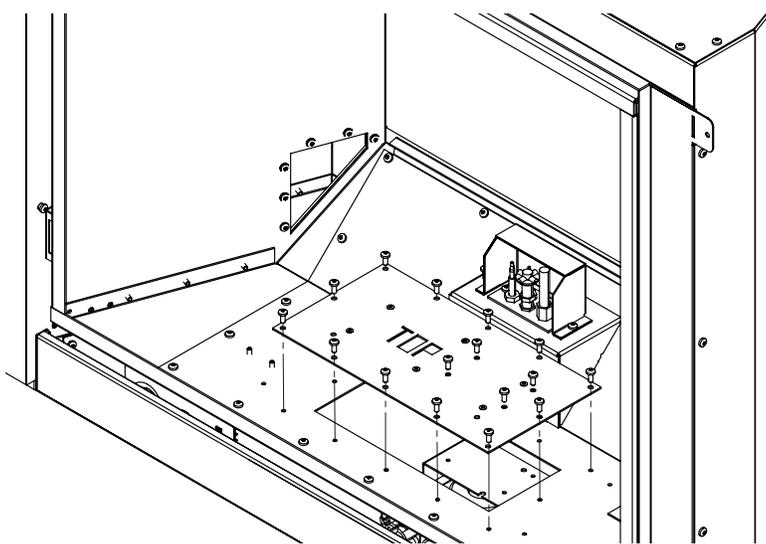

Figure 12. Retrait de la porte d'accès
Étape 2: Retirer la Haute détournement d'air en enlevant (2) T-20 boulons. Retirez la Basse détournement d'air.
Étape 3: Retirer le droit et le brûleur gauche est en enlevant (4) T-20 boulons.
Étape 4: Retirer les (16) T-20 vis de fixation de la porte d'accès, comme illustré sur la figure 12.